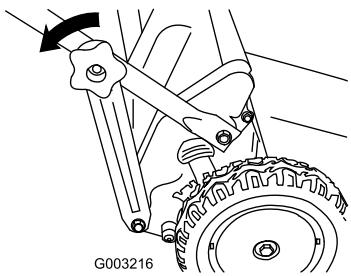

Bild 13
1. Nehmen Sie die Handräder des unteren Griffes ab, mit denen die Griffhalterungen an den unteren Griffenden befestigt sind (Bild 13).